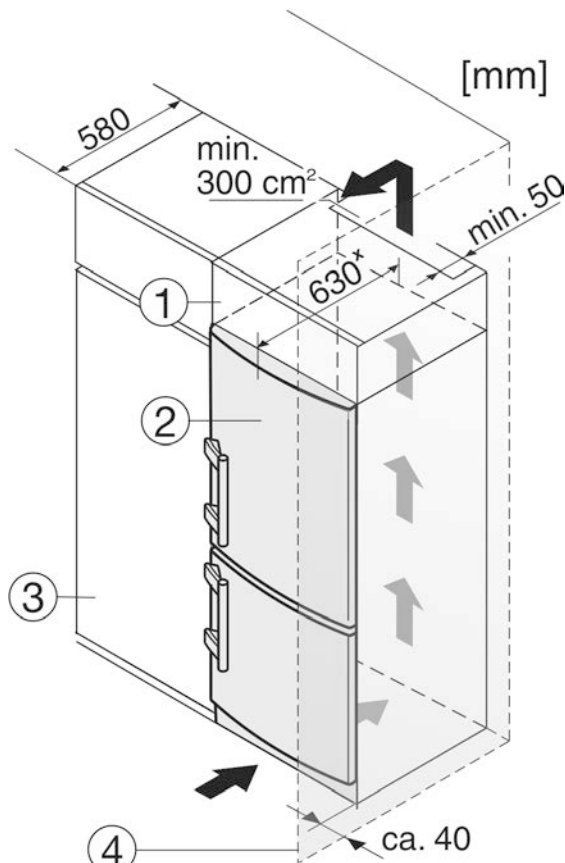

Fig. 13
Устройство может быть окружено предметами кухонной обстановки. Чтобы уравнивать устройство Fig. 13 (2) по высоте с кухонной стенкой, можно установить над устройством соответствующий дополнительный шкафчик Fig. 13 (1).
При комбинировании с кухонными шкафами (глубина макс. 580 мм) устройство можно установить непосредственно рядом с кухонным шкафом Fig. 13 (3). Устройство выступает сбоку на 34 мм\* и по центру на 50 мм\* относительно передней стенки кухонного шкафа.
Если устройство установлено на шарнирах у стены *Fig. 13 (4)*, то расстояние между устройством и стеной должно быть не менее 40 мм. Настолько выступает ручка при открытой дверце.